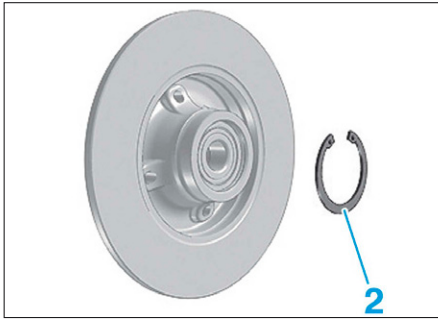

FIG. 38
- Déposer le circlip de maintien de roulement (2) (Fig.38).